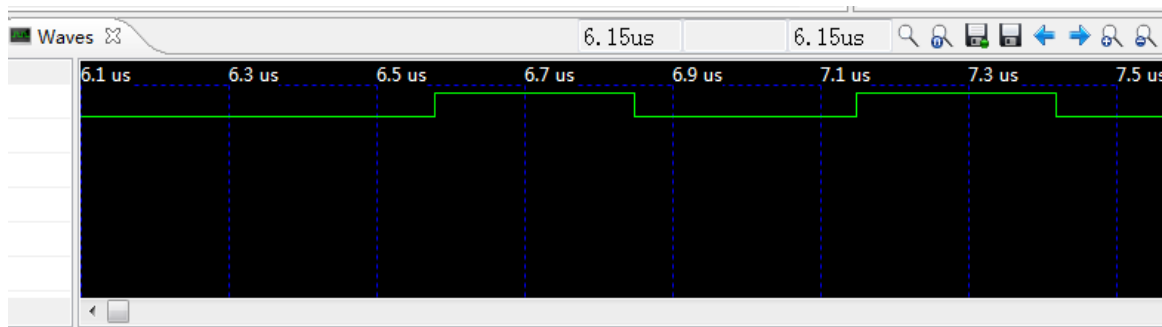

图 8
- 3.选择好对应 I/O，然后调整时间坐标大小，就会出现如图 8 所示波形.